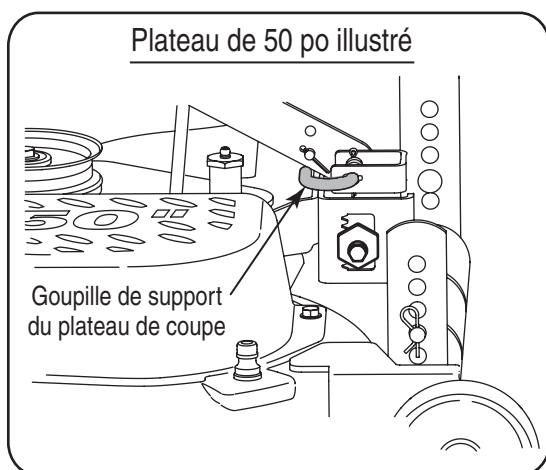

Figure 23
4. Placez-vous sur la gauche du tracteur et localisez la goupille de support du plateau de coupe sur le côté arrière gauche du plateau de coupe. Voir la Figure 23.